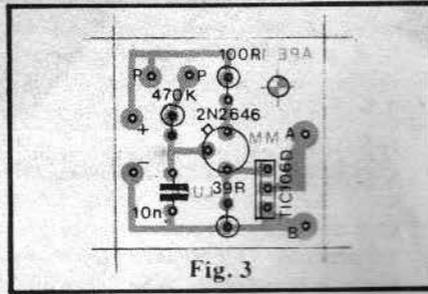
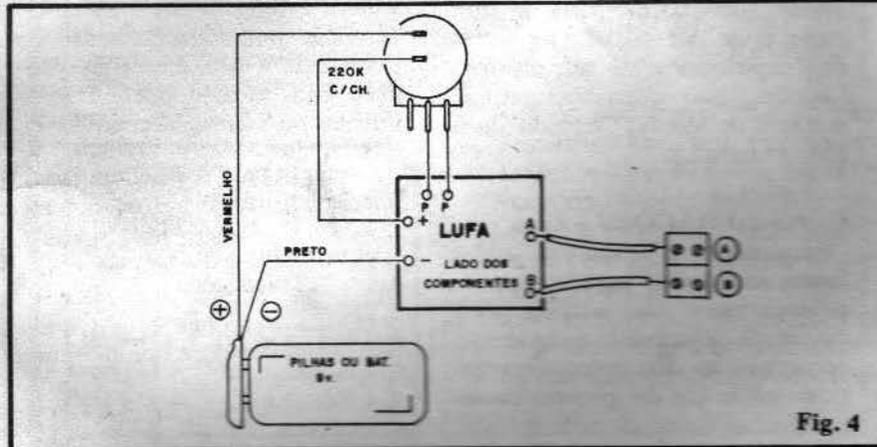

Fig. 3
Fig. 4
- FIG. 3 - A montagem propriamente está detalhada no "chapeado", que mostra a placa pelo lado não cobreado, todos os componentes posicionados e codificados. Os pontos que merecem mais atenção referem-se à colocação do TUJ (2N2646), referenciada pela "orelhinha" metálica existente junto à base do componente (fica "apontada" para o resistor de 470K, como mostra a figura) e o posicionamento do SCR (TIC106D) determinado pela lapela metálica da peça (que deve ficar voltada para o resistor de 39R). Notar ainda que, por razões de compactação, os resistores são montados em pé. Eventuais dúvidas sobre os valores dos componentes, poderão ser resolvidas com uma consulta ao TABELÃO APE (permanentemente mostrado lá no começo da Revista...). Ao fi-
- FIG. 4 - As conexões externas à placa são mostradas na ilustração, com todos os detalhes. Referenciar as codificações atribuídas às ilhas periféricas (junto às bordas) da placa, como aquela mostrada na fig. 3. Os pontos "P-P" vão aos terminais do potenciômetro (este visto pela traseira, na figura). Os pontos "+ e -" (devidamente codificados com fios vermelho e preto, respectivamente) vão ao "clip" da bateria, sendo que o ramo correspondente ao positivo (fio vermelho) da alimentação é intercalado com a chave interruptora incorporada ao potenciômetro. Finalmente, os pontos "A-B" constituem os terminais de Saída de aplicação da LUFA, podendo ser ligados a um par de conectores parafusa-